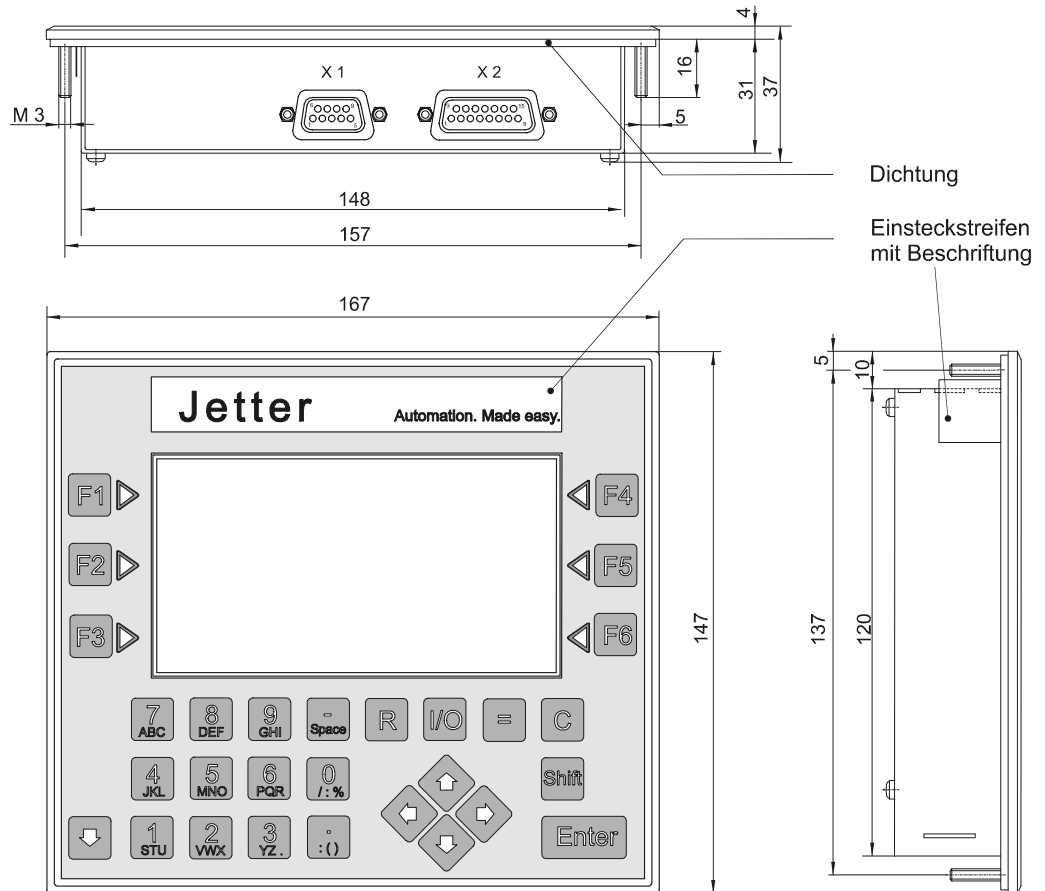

Abb. 4: Mechanische Abmessungen LCD 19
- Überprüfen Sie die Dichtung auf Beschädigungen, vgl. Abb. 4, Seite 17.